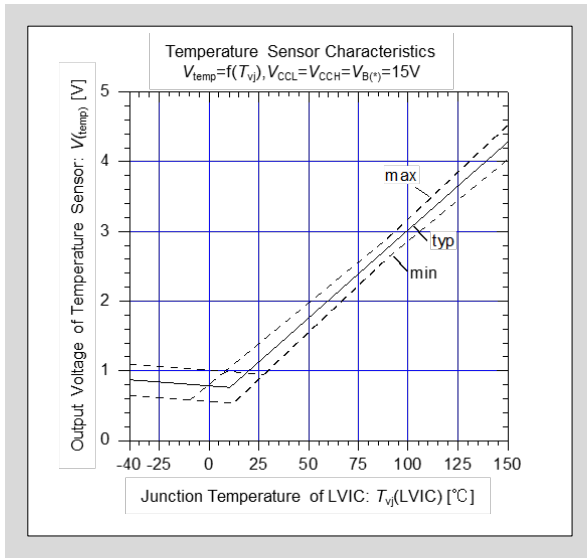

図3-24 LVIC温度とTEMP出力電圧特性
- 図3-24にLVICのジャンクション温度とTEMP端子出力電圧特性を示します。MPU電源電圧が3.3Vの場合は、TEMP端子に電圧クランプ用ツェナーダイオードを接続してください。また、約25°C以下で出力電圧はクランプされますので、線形性が必要な場合は、TEMP端子に22k Ω ±10%のプルダウン抵抗 $R_{pulldown}$ を接続してください。